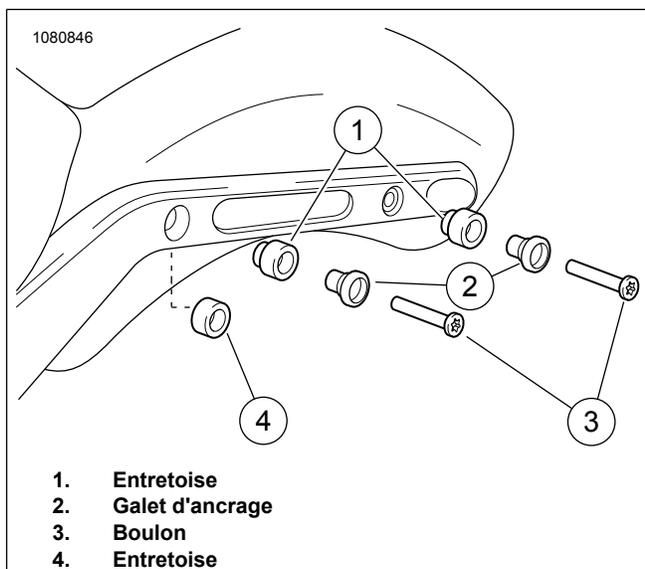

Figure 3. Galets d'ancrage de la jambe de garde-boue
1. Voir Figure 3 . Poser l'entretoise (1) et le point d'ancrage (2) sur le **nouveau** boulon de la jambe de garde-boue (3).
3. **Kits 90201513A, 90201645A** : Installer l'entretoise (4) sur le point d'ancrage avant entre le support de garde-boue et l'entretoise (1).